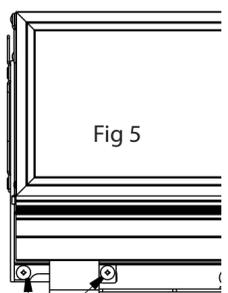

Fig 5
For door tilt adjustment, loosen the (4) #3 Phillips head screws below the skirt and adjust as needed. The rear screws are slotted to allow the door to pivot at the front of the bracket (See Fig 5). Keeping the front screws "snug" will aid in adjustment.
Pour régler l'inclinaison de la porte, desserrez les vis cruciformes à tête plate no 3 (4) par-dessus la jupe, puis faites les réglages nécessaires. Les vis arrière sont rainurées pour permettre à la porte de pivoter sur la partie avant du support (voir la fig. 5). Le réglage sera plus facile si les vis avant sont fixées fermement.